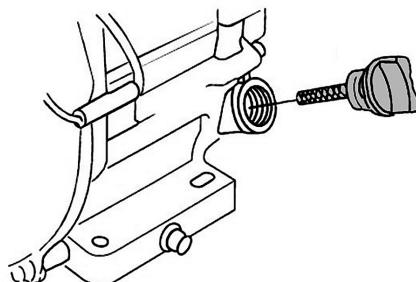

Рис. 16 Крышка-щуп маслозаливной горловины
2. Открутите крышку-щуп маслозаливной горловины и извлеките щуп (Рис. 16).
- Выкрутите крышку-щуп маслозаливной горловины и извлеките щуп (Рис. 16).